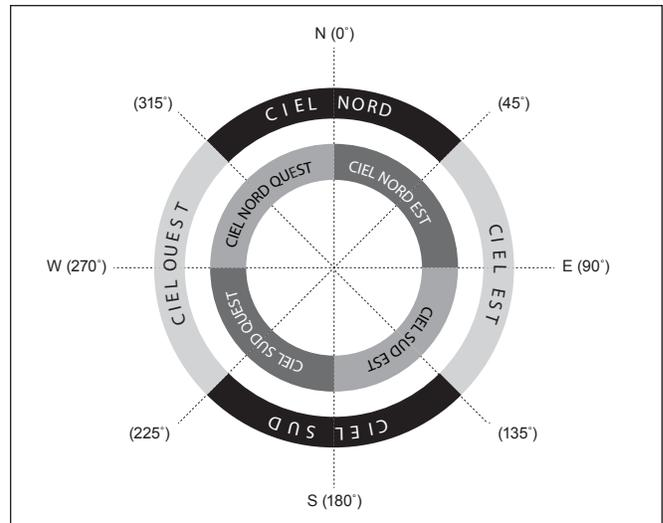

Figure 2. Régions directionnelles du ciel utilisées dans la méthode d'alignement « Brightest Star ».
2. La télécommande affiche « Select Region » [sélectionner une région]. En vous référant à la **figure 2**, choisissez la région qui correspond à l'endroit où vous voyez l'étoile la plus brillante dans le ciel. Il peut être utile d'utiliser une boussole pour vous repérer au cours de ce processus. Vous avez le choix parmi huit régions se chevauchant, chacune couvrant un éventail de 90 degrés dans l'azimut. La direction que vous choisissez n'affecte que votre sélection des étoiles d'alignement ; une fois l'alignement terminé, vous pourrez toujours observer les étoiles de votre choix dans tout le ciel.